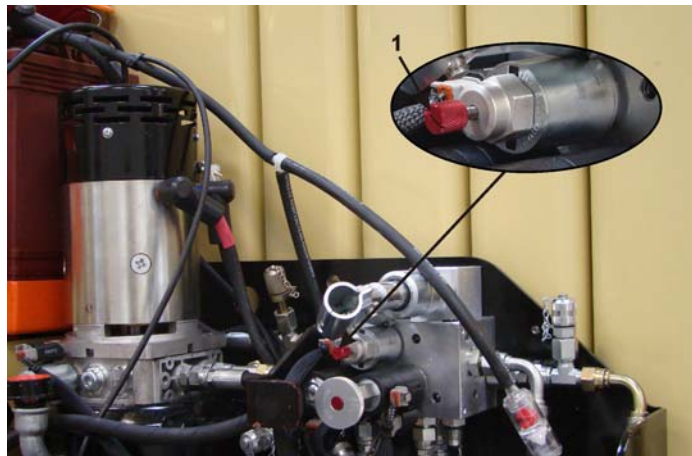

Рис. 3-5. Клапан регулировки расхода
- клапан регулировки расхода (1), расположенный на главном блоке распределительных клапанов (см. рис. 3-5);